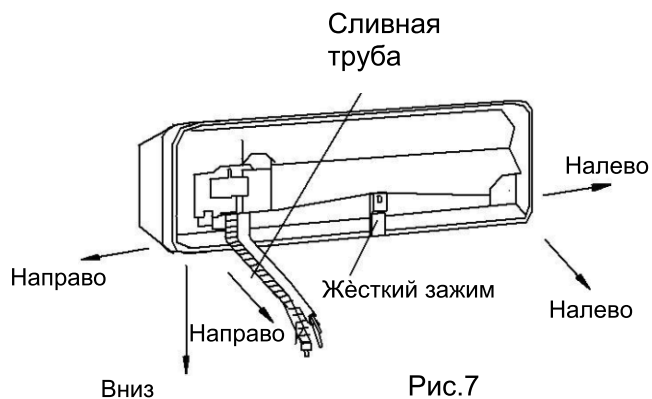

Рис.7
- ПРИМЕЧАНИЕ** 1. Левая схема приведена для положения сливного шланга. См. рис. 7. 2.
1. Соединение правой задней трубки (аналогично правой нижней трубке) (дополнительно, см. Рис.7)